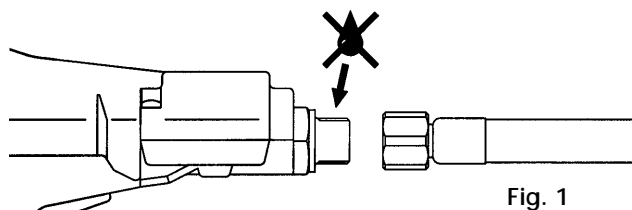

Fig. 1
1. Install the outlet extension to the outlet thread of the meter and tight it well (fig 1).
1. Coloque la extensión a la salida de la pistola y apriete firmemente (Fig. 1).
1. Placer l'extension à la sortie du pistolet et serrer fermement (Fig.1).